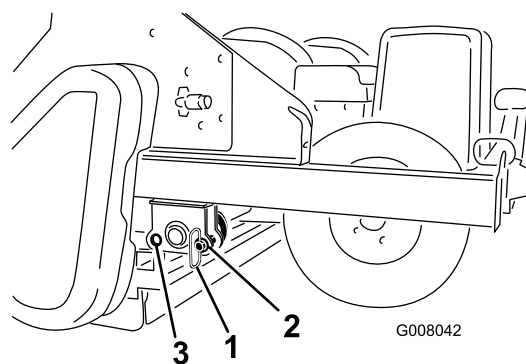

Рисунок 15
14. Удалите стояночные штифты из передних отверстий и поместите их на время эксплуатации в задние отверстия (Рисунок 15).